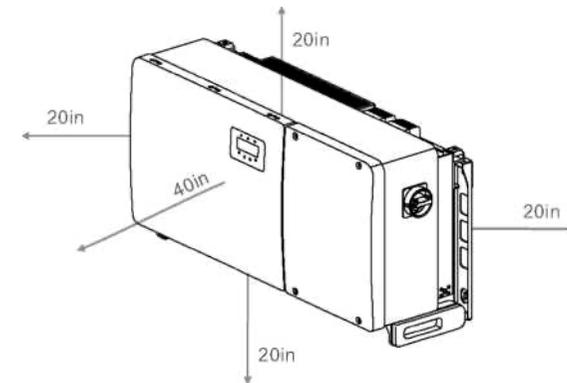

Figura 3.1 Distancias requeridas entre inversores
- Si se instalan varios inversores en un mismo sitio, se debe mantener un espacio libre mínimo de 20 pulgadas entre cada inversor y todos los demás equipos montados. La parte inferior del inversor debe estar al menos a 20 pulgadas por encima del suelo (vea la Figura 3.1).